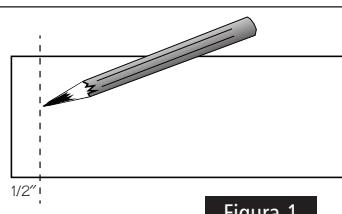

Figura 1
- 1 Para comenzar, debe montar las patas decorativas en ambos lados del revestimiento del zócalo. Marque una línea suave con lápiz a $\frac{1}{2}$ " de uno de los extremos del revestimiento del zócalo como se muestra en la figura 1.